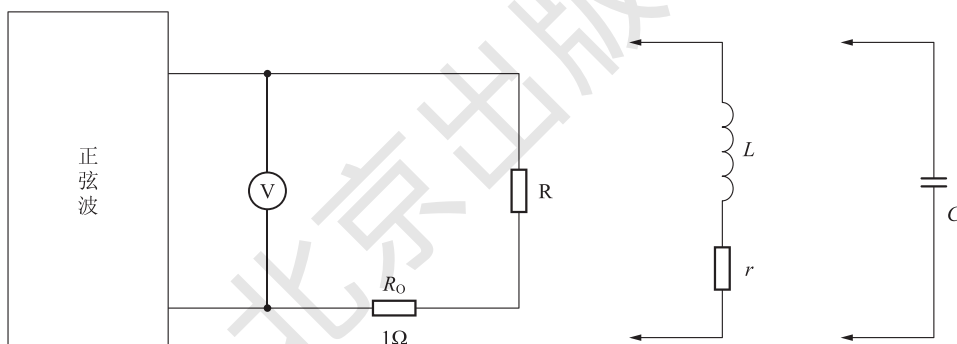

图 2.7.1
(1) 用实验板上的  $L = 10\text{mH}$ ,  $C = 0.1\mu\text{F}$ , 调节电位器电阻为  $620\Omega$ , 按图 2.7.1 接线。